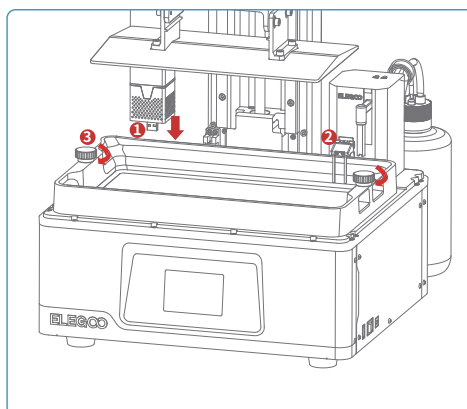

Figura 13
Conectați purificatorul de aer USB în portul USB din stânga (vezi Figura 13, ①). Introduceți cuva astfel încât marginea ei interioară să apese placa sondei, până când sonda ajunge în interiorul cuvei (②), și strângeți șuruburile de fixare de pe ambele părți (③). Turnați apoi încet rășină în cuvă (nu depășiți marcajul MAX), închideți capacul, introduceți stick-ul USB în imprimantă și selectați pentru imprimare modelul de test deja feliat.